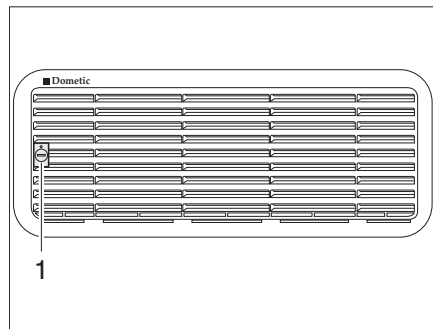
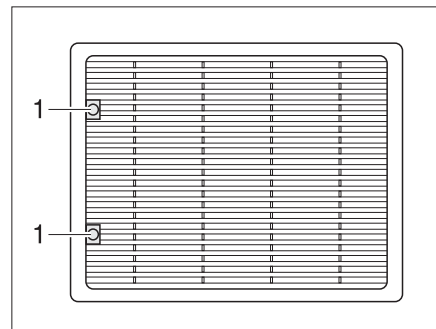

Bild 264 Kylskåpets ventilationsgaller (Dometic litet)
Bild 265 Kylskåpets ventilationsgaller (Dometic stort)
- Vrid skruven (Bild 264,1 resp. Bild 265,1) ett kvarts varv med hjälp av ett mynt.